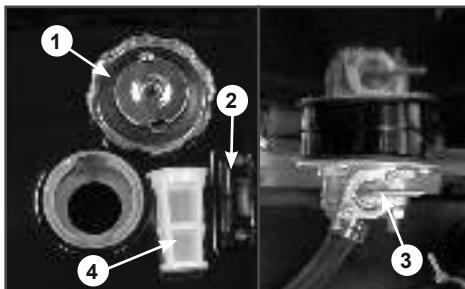

Рис. 7 Основные элементы топливного бака
После заправки топливного бака убедитесь в том, что крышка заливной горловины закрыта должным образом. Основные элементы топливного бака показаны на Рис. 7.
1. Откройте топливный кран (Рис. 7 п. 3). Для этого рычаг топливного крана переведите в вертикальное положение.
3. Переведите рычаг топливного крана (Рис. 7 п. 3) в вертикальное положение (Открыто).